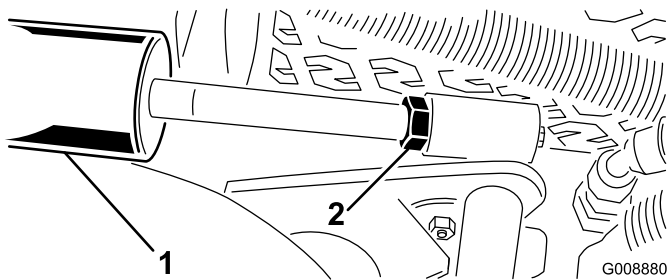

Figura 12
A. Baixe as unidades de corte e solte a porca de bloqueio do cilindro (Figura 12).